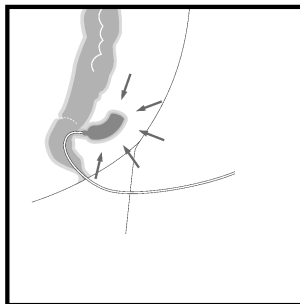

Fig. 4
17. Kontrollera svampens position med hjälp av endoskopet. (Fig. 4)